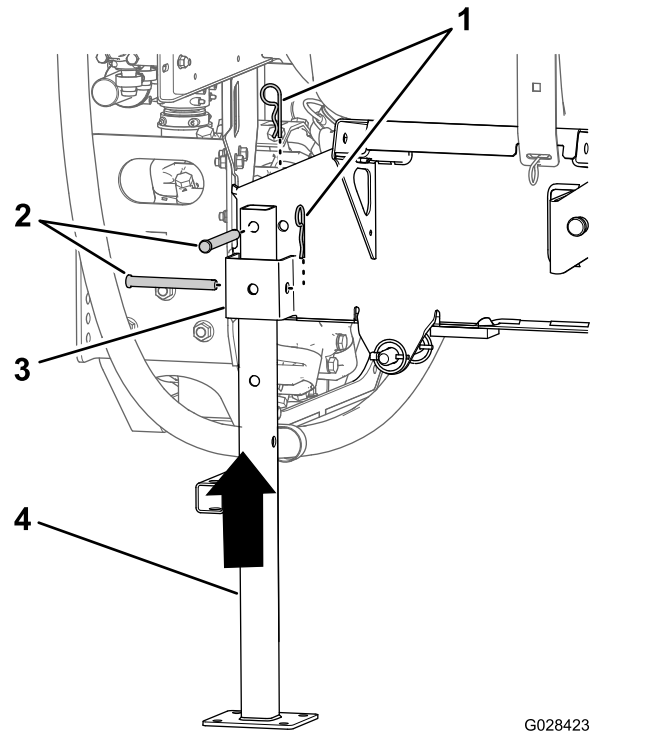

**Figure 135**
1. Alignez le pied de support avant sur son logement à l'avant de la cuve (Figure 135).
2. Insérez le pied de support dans le logement jusqu'à ce que le trou central du tube horizontal du pied soit en face du trou au sommet du logement (Figure 135).
4. Vissez à la main une molette de blocage dans le logement (Figure 135).